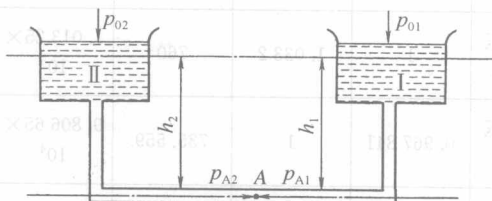

图 1-2 连通器原理
(3) 连通器 连通器是液面以下相互连通的两个或几个容器。在实际中连通器有以下三种情况。
① 连通器的两个容器中注入同样的液体 ($\rho_1 = \rho_2$), 当液面上压力相等 ($p_{01} = p_{02}$) 时, 中间 A 点两侧静压力相等 (图 1-2), 即